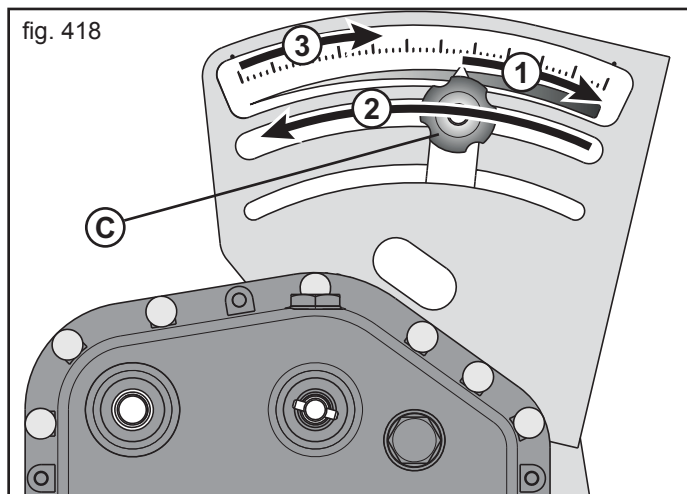

fig. 418
Dal cambio si può variare la velocità ai gruppi distributori del fertilizzante agendo sulla leva di regolazione tarata su una scala da «0» a «50» in maniera continua (Fig. 418).
Allentare il pomello (C, Fig. 418), portare la leva a fondo scala «50» (1), riportarla a «0» (zero) (2) poi posizionarla in corrispondenza del valore individuato (3) (in base alla quantità di prodotto da distribuire). Bloccarla stringendo il pomello.
- Posizione leva cambio in funzione della quantità da distribuire (Fig. 418);